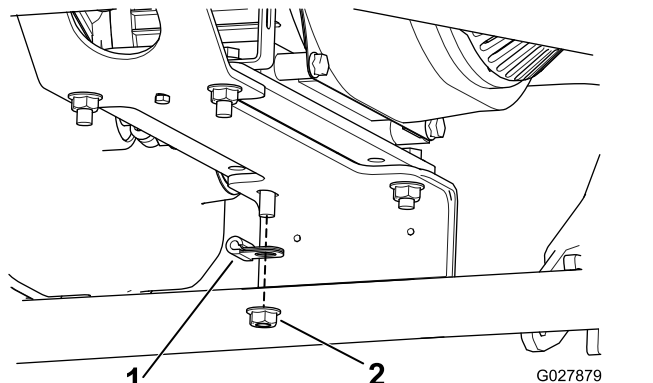

图10
8. 使用电缆夹和现有的螺栓、垫圈和螺母（图10），将新油门拉索安装到右后发动机安装位置。